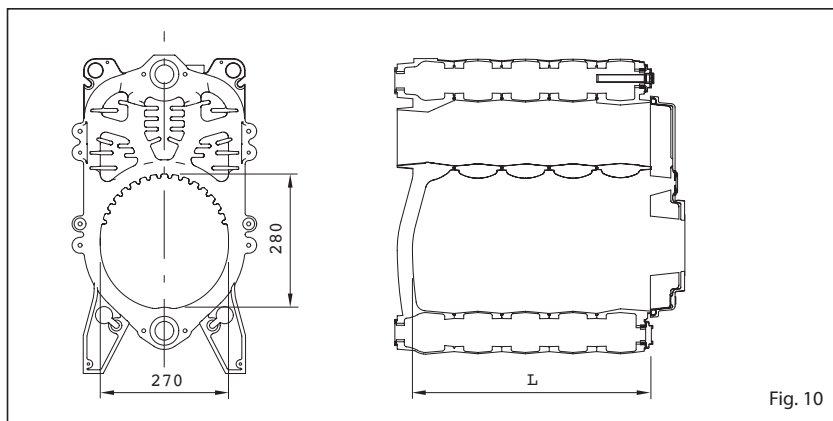

Fig. 10
3.1 STØRRELSE PÅ KAMMER FORBRÆNDING (fig. 10)
Målene er anført i fig. 10.